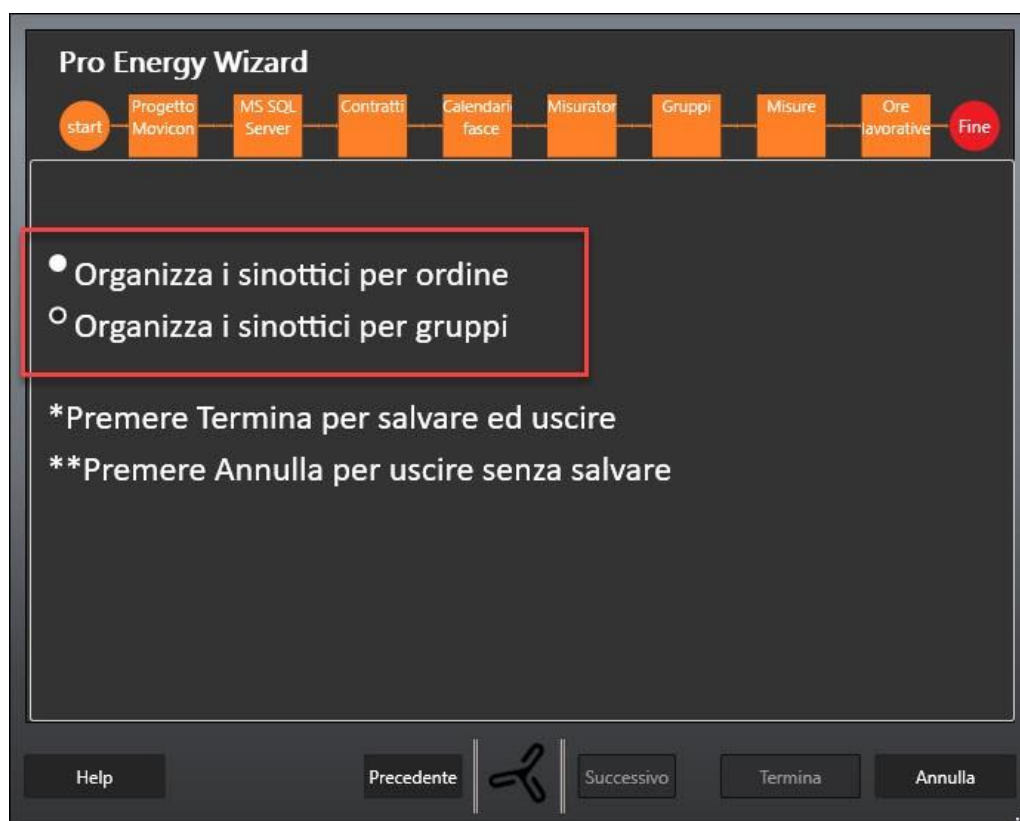

Figura 18 – Setp finale
- ScreenNRGDashboard: il sinottico principale di navigazione, contenente quattro sinottici incastrati nei quali verranno di volta in volta inseriti, a run time, i sinottici definiti nelle configurazioni visibili nella combo box in alto (vedi Figura 18)